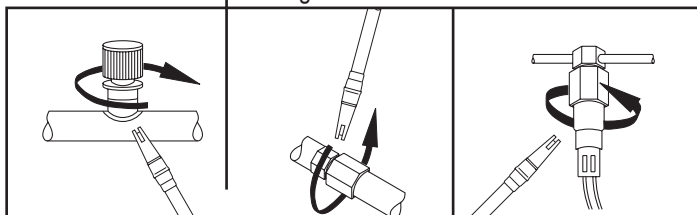

Fig. 6
- En cada área revisada, mueva la sonda alrededor de la ubicación en una línea de no más de 25 a 50 mm/segundo (1–2 pulgadas/segundo), y no más de 5 mm (1/4 pulg.) de la superficie y completamente alrededor de la posición. Realizar movimientos más lentos y más cercanos con la sonda mejora en gran medida la posibilidad de encontrar una fuga (vea la Fig. 6). Cualquier incremento en el ritmo de la alarma es indicador de una fuga.